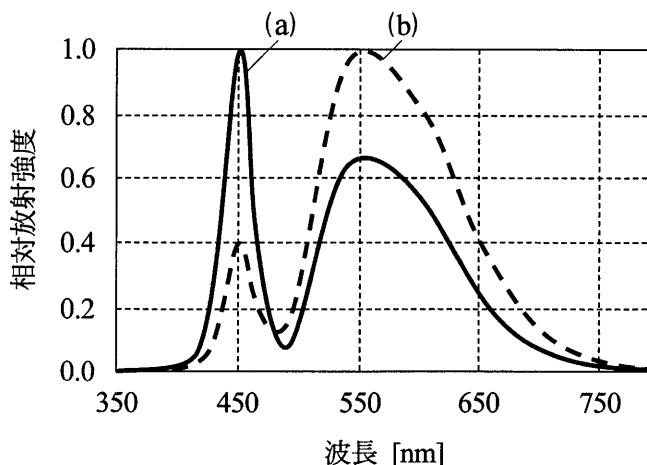

図3 白色 LED の相対分光分布特性
- 2) 1) の LEDにおいて、例えば図3に二つの白色 LED の相対分光分布特性を示すが、実線で示す(a)は破線で示す(b)に対して相關色温度が 、また光の質を表す平均演色評価数 Ra の値については、(a)と(b)の差は一概には分からぬ。